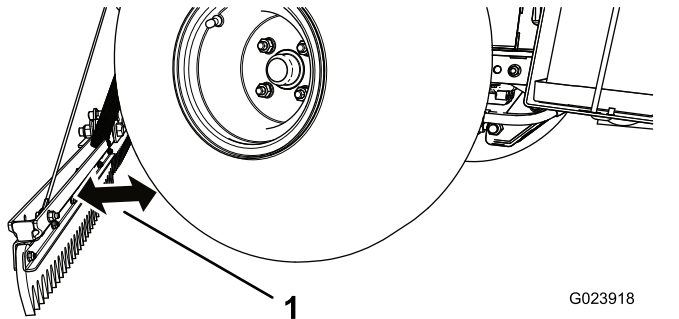

Figura 18
1. Incline o ancinho para um lado. O parafuso de paragem deve entrar em contacto com o engate quando o ancinho está afastado 51 mm do pneu (Figura 18).